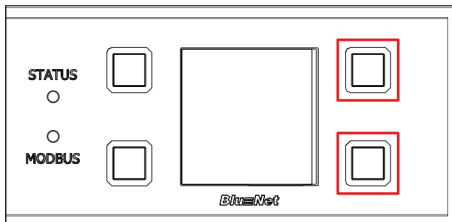

Fig. 81: Pantalla con botones de mando
1. ➔ Mantenga pulsados los dos botones situados a la derecha de la pantalla (Fig. 81/marcados en rojo).
4. ➔ Suelte los dos botones situados junto a la pantalla (Fig. 81/marcados en rojo).